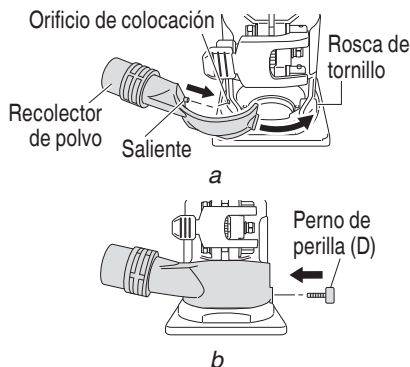

Fig. 25
- (1) Encaje el saliente de la parte interna del colector de polvo en el orificio de colocación de la parte inferior frontal de la izquierda del conjunto base y colóquelo para que cubra la parte frontal del conjunto base. (Fig. 25-a)
- (2) Use el perno de perilla (D) incluido para fijar el orificio del colector de polvo a la rosca de tornillo del cuerpo principal. (Fig. 25-b)